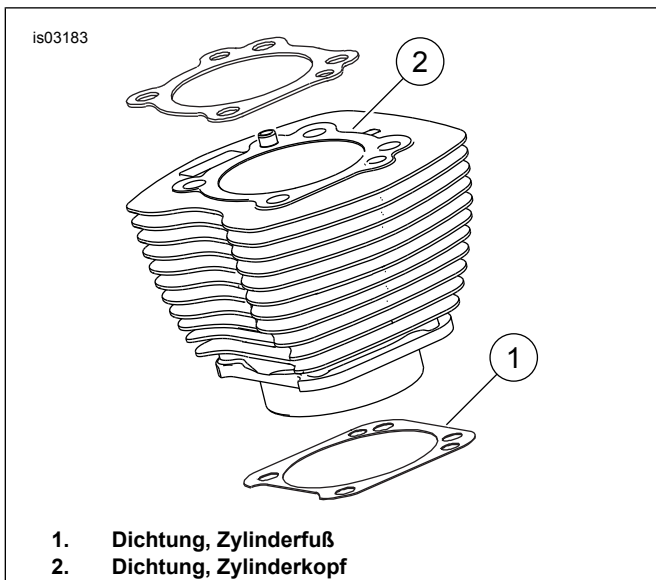

Abbildung 1. Zylinderdichtungen
Abbildung 1 anziehen. Die 103,12 mm (4,060 in) Zylinderfußdichtung (1) und die Zylinderkopfdichtung (2) eliminieren den Bedarf an O-Ringen. Keine O-Ringe an Zylinderausrichtstiften oder Zylinderaufnahmen benutzen.